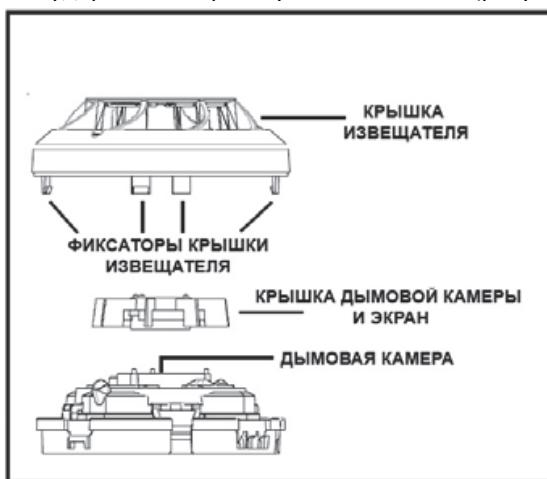

Рисунок 4.
- Снимите крышку извещателя, для чего аккуратно освободите каждый из четырех фиксаторов, которыедерживают крышку на своем месте (рисунок 4).